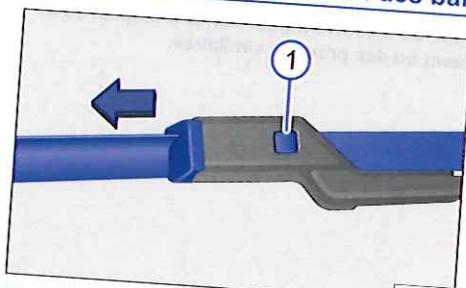

Fig. 214 Remplacement des balais d'essuie-glace avant.
- Maintenez la touche de déverrouillage \Rightarrow fig. 214 ① enfoncez et retirez simultanément le balai d'essuie-glace dans le sens de la flèche.